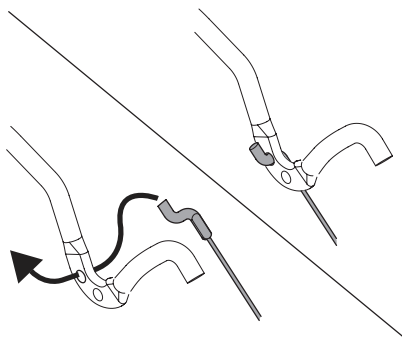

Figure 20
- Il y aura alors assez de mou dans le câble du levier de contrôle pour vous permettre de saisir le raccord en Z avec votre main afin de le déplacer du trou avant au trou arrière du levier de contrôle. Voir Figure 20.